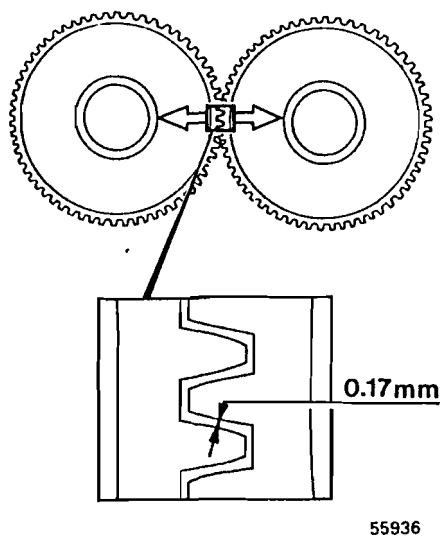

Fig. 173
- 19 El juego radial de todos los piñones intermedios no ha de ser superior a 0,082 mm, véase la fig. 173.